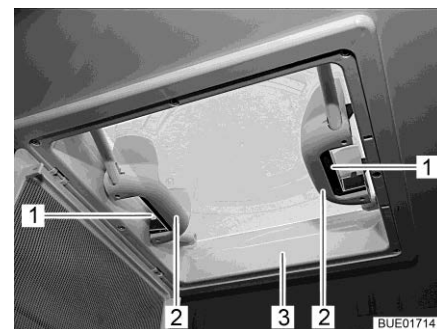

Fig. 113 Maniglia con oblò a scatto
- Premere la chiusura a scatto (Fig. 113,1) verso l'interno dell'oblò (Fig. 113,3). Premere contemporaneamente verso l'alto l'oblò con la maniglia (Fig. 113,2).
- Tirare con forza verso il basso le due maniglie (Fig. 113,3) dell'oblò (Fig. 113,2), fino all'innesto (Fig. 113,1) di entrambe le chiusure.